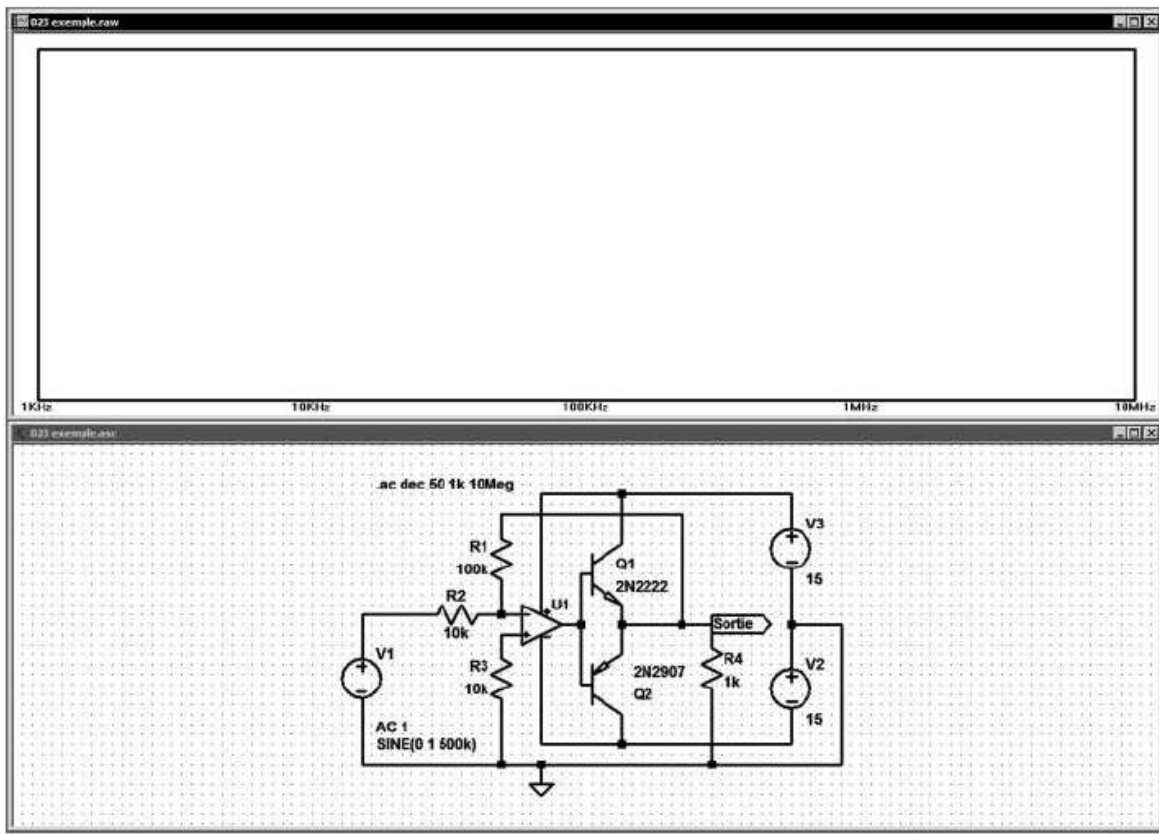

Figure 3.27
20. Maintenant, vous pouvez lancer l'exécution de la simulation en cliquant sur l'icône du petit coureur (cinquième icône en partant de la droite) . Au bout de quelques instants, vous obtenez l'écran de la figure 3.27.